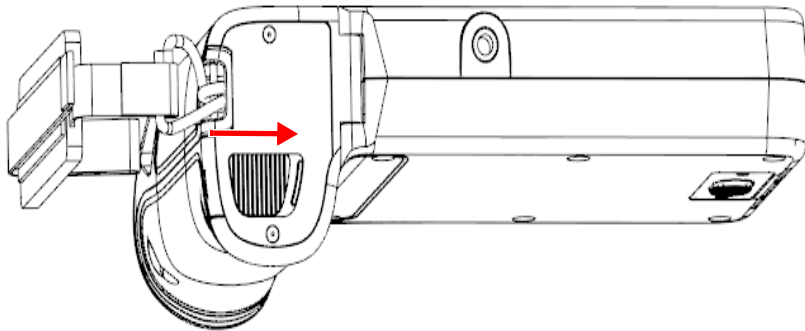

図 4-1 バッテリー収納カバーの開放ボタン
1. バッテリー収納カバーが上を向くように EPOCH 6LT を持ちます (41 ページの 図 4-1 を参照)。